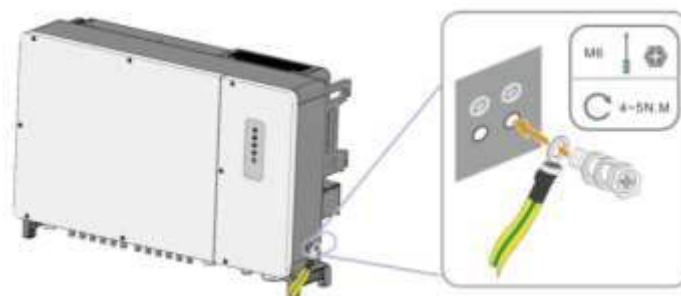

Fig. 4-24 Retirada del tornillo en el terminal de tierra
- 2) Retire el tornillo en el terminal de tierra y sujete el cable con un destornillador (Fig. 4-24).